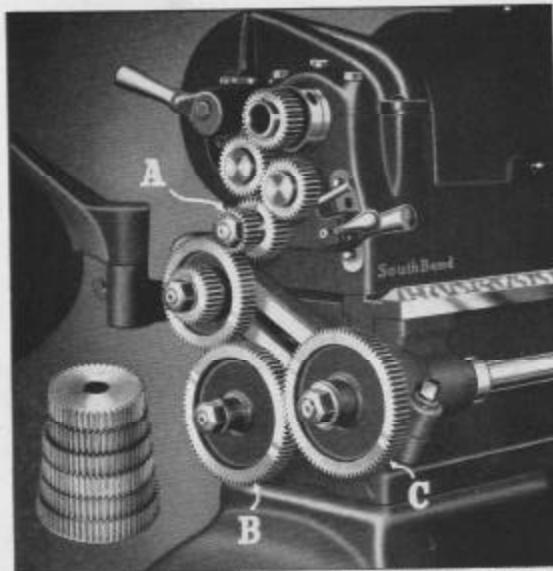

Fig. 209. Tour à Changement d'Engrenages Standard préparé pour Filetage
Pour préparer un tour pour fileter, déterminez d'abord le pas à couper en millimètre. On peut déterminer les engrenages nécessaires en se rapportant au tableau d'engrenages fixé sur le tour (Fig. 210). Il faut chercher le filet à couper dans la première colonne sous le titre "PAS" (nombre de filets par pouce). Dans la seconde colonne, sous le titre "ARBRE" (axe d'engrenage) (A) se trouve énuméré le nombre de dents de l'engrenage de changement qu'il faut placer sur l'axe d'engrenage du tour (voir Fig. 209). Dans la troisième colonne, sous le titre "INTERMEDIAIRE" se trouve indiqué le numéro de croquis du tableau montrant l'arrangement du pignon fou et des engrenages couplés. Dans la quatrième colonne sous le titre "VIS MERE" (roue de vis mère) (C) se trouve indiqué le nombre de dents de l'engrenage qu'il faut placer sur la vis mère.